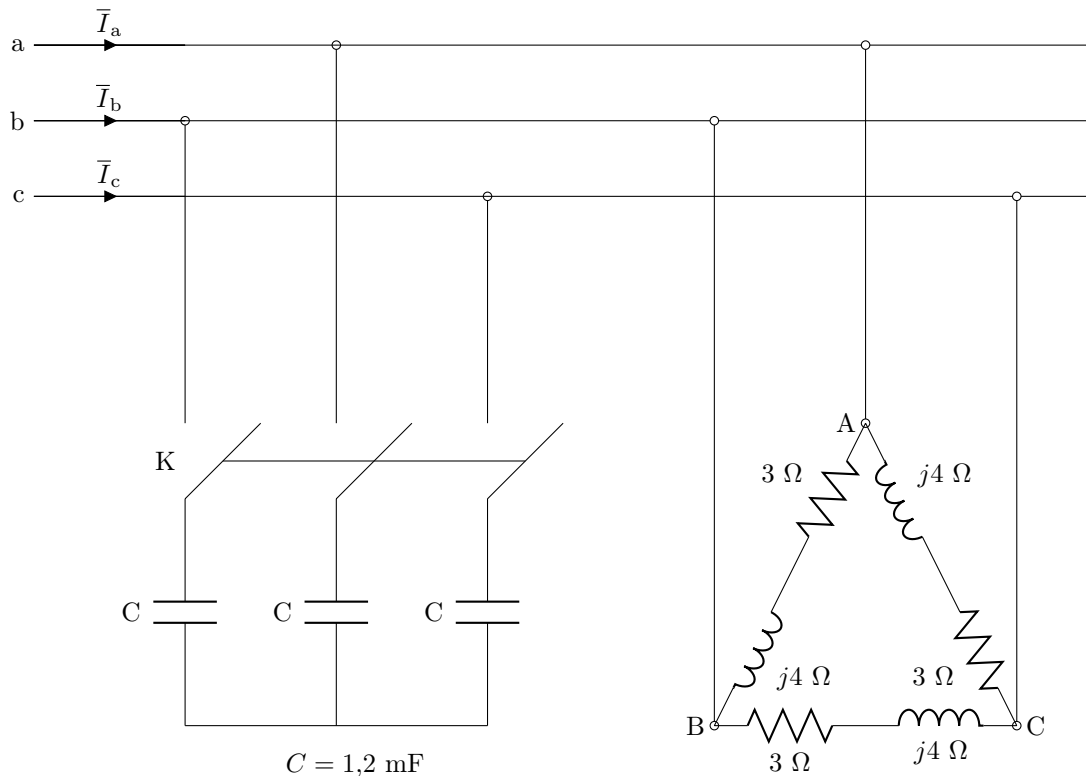

Figura 6.3: Circuito del problema 21.
21. La carga trifásica de la figura 6.3 se conecta a una red de 400 V y 60 Hz. Estando el interruptor K abierto (los condensadores quedan sin conectar) y tomando como referencia la tensión  $\underline{U}_{ab}$ , calcula: a) las corrientes de fase y de línea; b) la potencia aparente absorbida y el factor de potencia; c) si se cierra el interruptor K conectando los condensadores, calcula los nuevos valores de la potencia aparente total, del factor de potencia y de la corriente de línea.